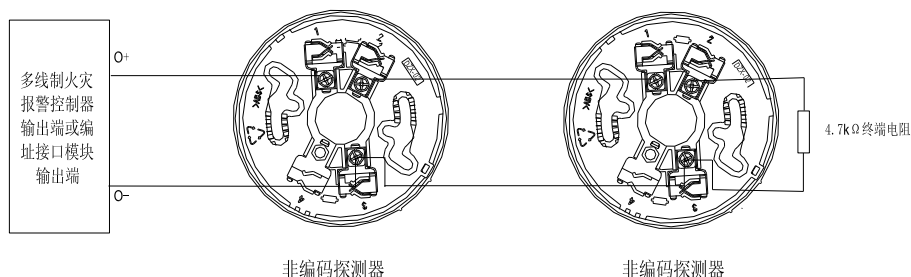

图 7 系统构成图
2. 探测器与多线制控制器或我公司生产的编址接口模块串联连接时，若输出回路终端接终端电阻，则探测器的底座上不接二极管，系统构成图如图 7 所示。